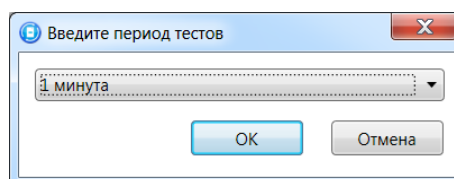

Рис. 5.6. Выбор периода опроса радиоизвещателя
3. В следующем окне укажите период опроса радиоизвещателя (рис. 5.6). Для охранных радиоизвещателей, устанавливаемых в проходной зоне (магнитоконтактный извещатель *Ладога-МК-РК* на входной двери, извещатель *Фотон-12-РК* в прихожей и т. д.) рекомендуется задавать небольшой период опроса (например, **15 секунд**) для оптимизации использования алгоритмов задержки на постановку и снятие. Для остальных радиоизвещателей рекомендуется задавать больший период опроса (например, **1 минуту**) во избежание быстрой разрядки их источников питания и перегрузки радиоканала.